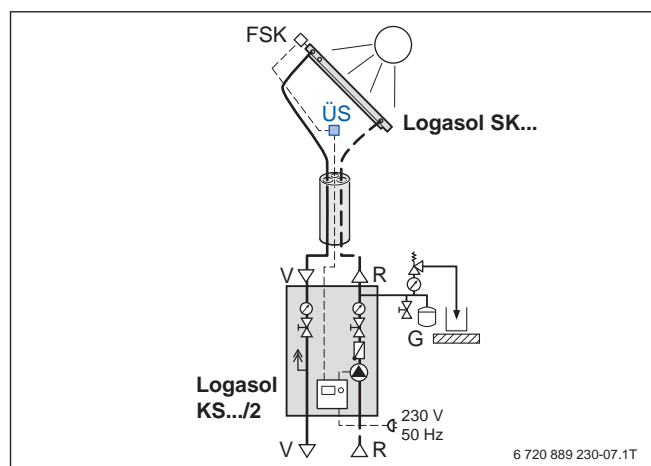

Bild 109 Überspannungsschutz für die Regelung (Installationsbeispiel)
- Anschlussdose mit Überspannungsschutz ÜS im Bereich der Kabellänge des Kollektortemperaturfühlers FSK vorsehen (→ Bild 109).